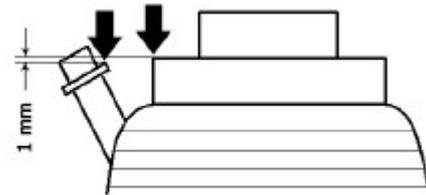
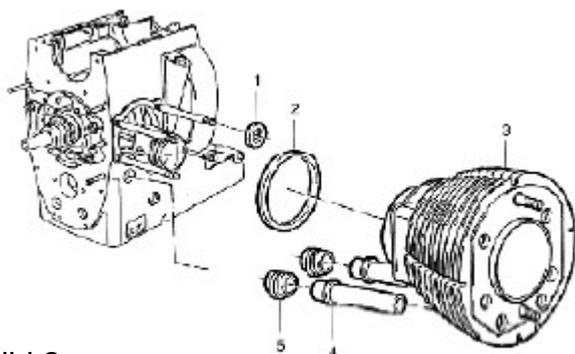

Bild 1
Bild 2
- Die beiden kleinen O-Ringe (Nr. 1 in Bild 2) auf die oberen Zuganker schieben.
Stößelschutzrohre (Nr. 4 in Bild 2) in Zylinder einpressen. Der dem Zylinder zu gewandte Absatz des Stößelschutzrohres muss 1 mm unterhalb der Kante des Zylinderflansch sitzen. (siehe Bild 1)
Den großen O-Ring (Nr. 2 in Bild 2) in die Nut am Zylinderfuß einsetzen.